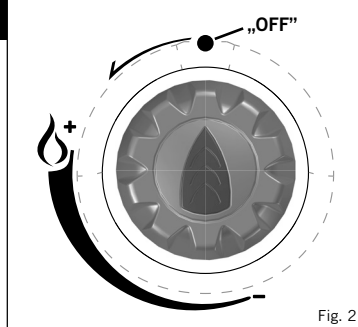

Fig. 2
- Przed przyłączeniem dopływu gazu należy najpierw upewnić się, że zawór urządzenia jest w pozycji OFF poprzez przekreślenie do oporu pokrętki regulacyjnej zgodnie z ruchem wskazówek zegara (patrz rys. 2).